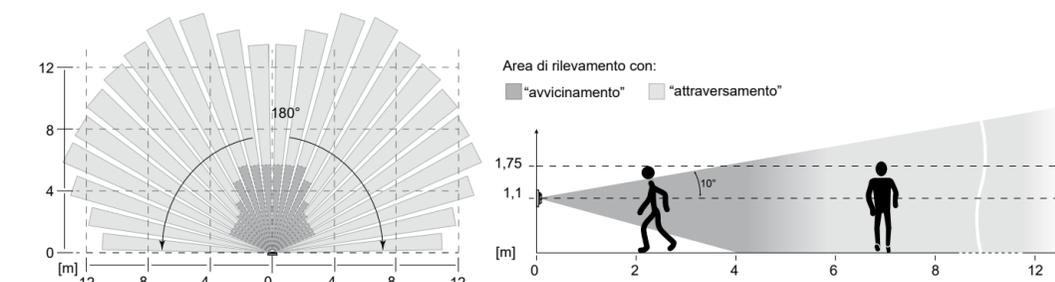

Figura 6: Area di rilevamento del rilevatore di movimento ad un'altezza di montaggio di 1,1 m
■ Evitare sorgenti di disturbo nell'area di rilevamento (figura 6 e 7). Le fonti di disturbo, ad es. caloriferi, impianti di aerazione e climatizzazione e mezzi luminosi a raffreddamento possono provocare attivazioni indesiderate (figura 4).